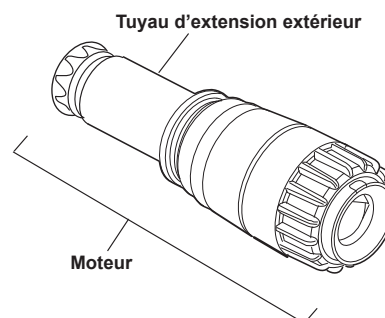

Figure 4
2. Retirez la cassette (Figure 4) du boîtier.